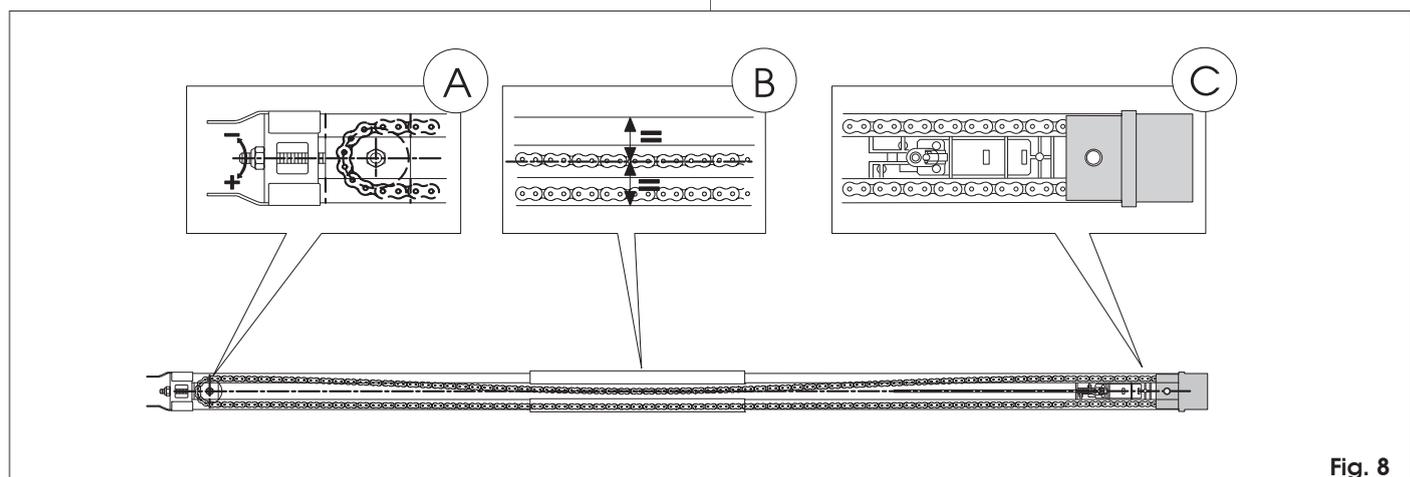

Fig. 8
- 5) Die Gleitführung auf die Seite legen (Abb. 8).
- 6) Den Schlitten in die Nähe der Zugkupplung schieben (Abb. 8 Bez. C).
- 7) Den Spanner (Abb. 8 Bez. A) so einstellen, dass der mittlere Bereich der Schleife (bestehend aus dem oberen Kettentrum) in etwa mit der Mittellinie der Gleitführung übereinstimmt (Abb. 8 Bez. B)